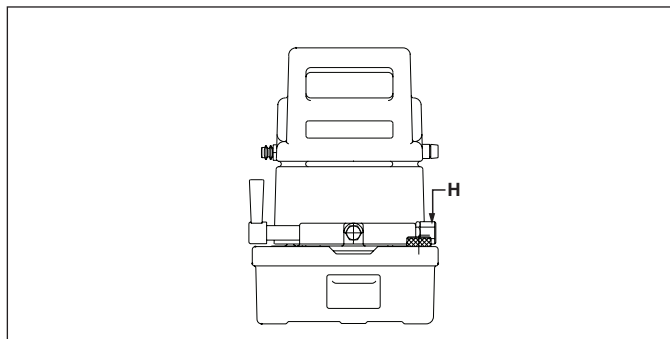

Figura 9
6.0 AJUSTAMENTO DA VÁLVULA DE ALIVIO (FIGURA 9)